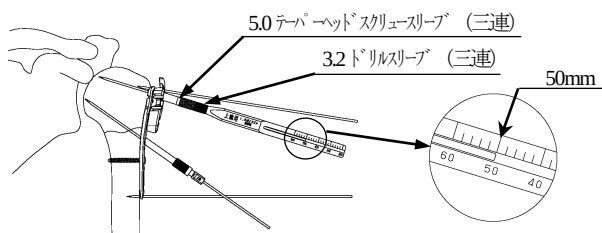

図 10
- 1) 骨頭最近位の 1.6 ガイドピンスリーブを抜き、1.6 ガイドピンデプスゲージ（上腕）をドリルスリーブ後端に突き当たるまで挿入し、ガイドピンの刺入深さを計測します。（図 10）